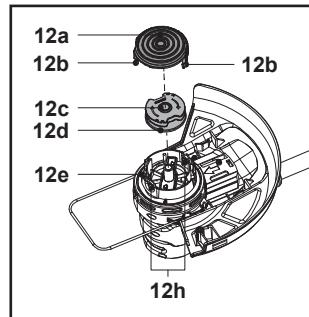

Fig. 23
3. Retirer la bobine de coupe-bordures (12c) du carter (12e) (Fig. 23).